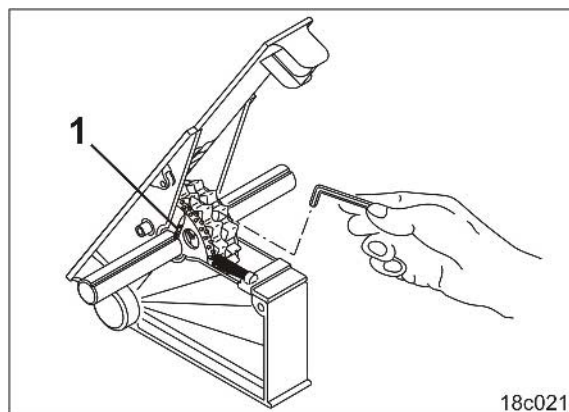

Рис. 228
5. Ослабьте резьбовые шпильки (Рис. 228/1) новых высевающих катушек технологической колеи, чтобы новые высевающие катушки технологической колеи могли свободно вращаться на высевающем валу.